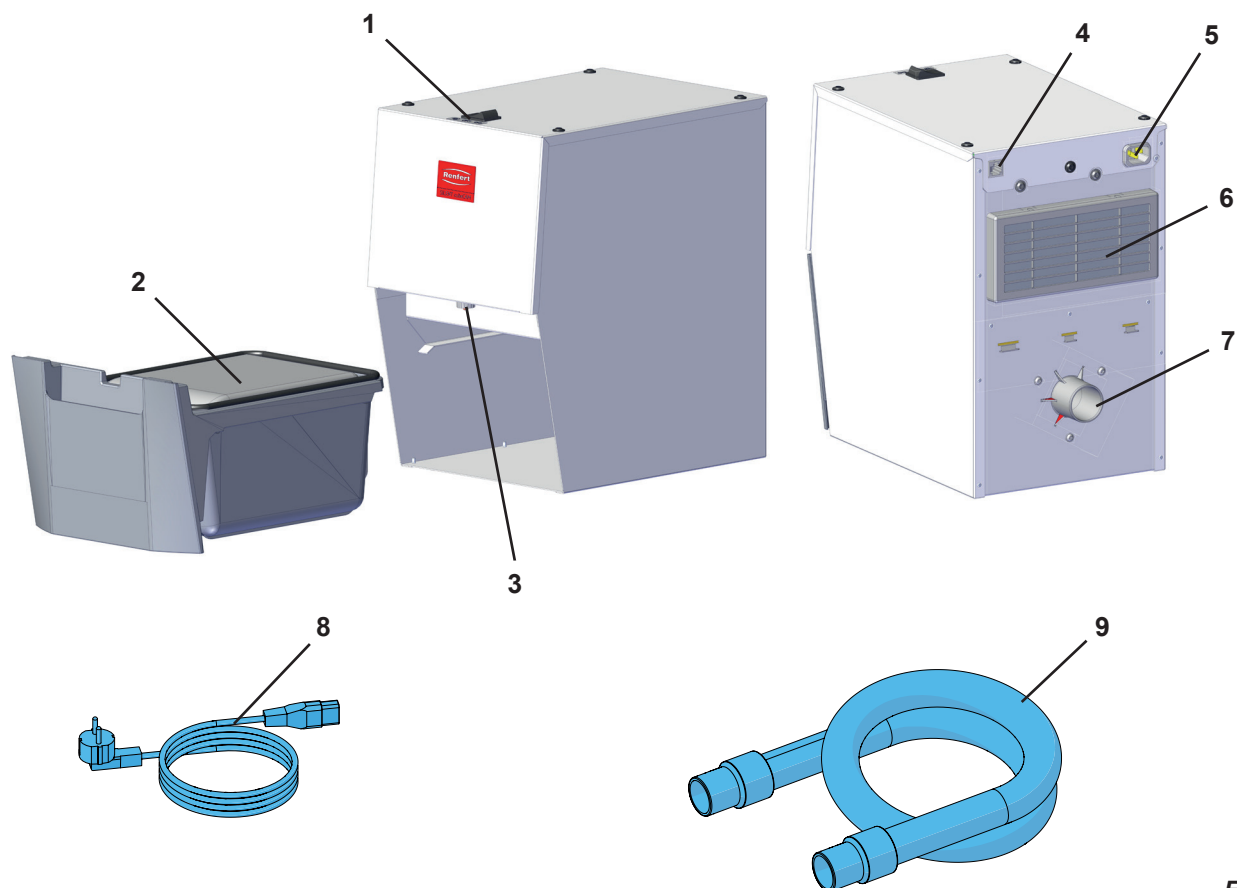

Fig. 1
- la fuoriuscita dell'aria di scarico (6, Fig. 1) non sia ostacolata.
- Apertura sul lato posteriore dell'armadio, misure min.250 x 120 mm, direttamente davanti all'uscita dell'aria (6, Fig. 1).
- ⇒ Portare il selettore modalità (1) in posizione centrale “OFF”.
- ⇒ Inserisca il cavo di rete (8, Fig. 1) nell'attacco di rete (5, Fig. 1).
- ⇒ Inserire il tubo aspirante (9, Fig. 1) nel bocchettone di aspirazione (7).